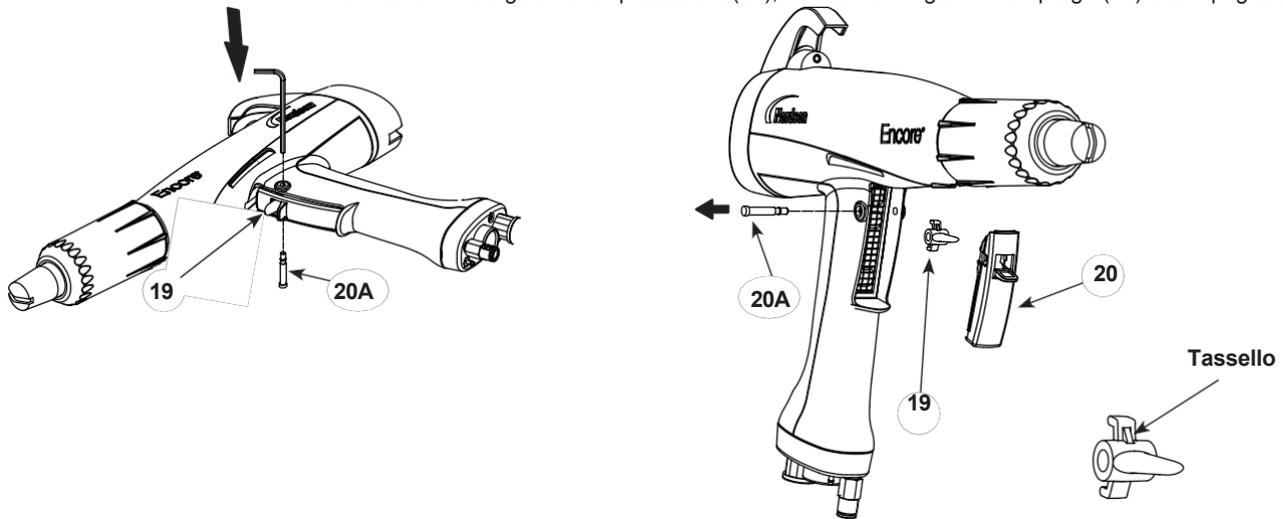

Figura 17 Rimozione dell'asse e del grilletto dall'impugnatura
3. Vedere la Figura 17. Posizionare la pistola a spruzzo su una superficie solida, in modo che l'estremità di diametro ridotto di l'asse del grilletto (20A) è orientato verso l'alto.
5. Rimuovere il grilletto di spruzzatura (20), l'attuatore e il grilletto di spurgo (19) dall'impugnatura.